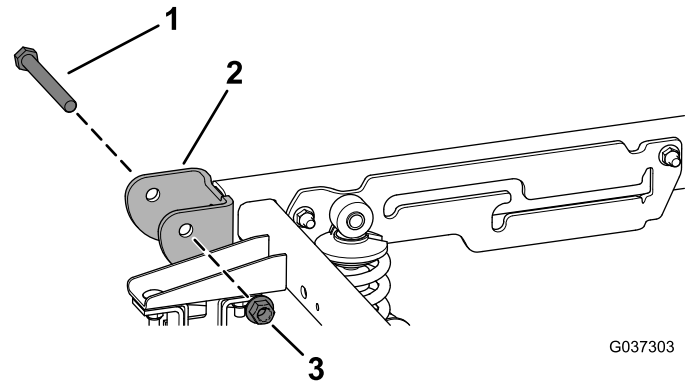

Figure 4
5. Retirez les 2 boulons de pivot (1/2 x 4 1/2 po) et 2 contre-écrous (1/2 po) du support de pivot situé à l'arrière de la machine (Figure 4).